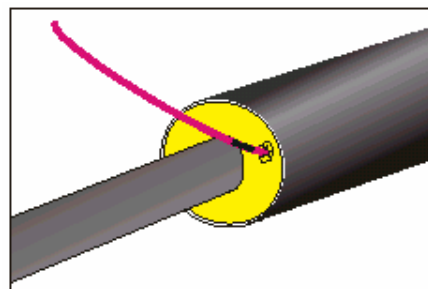

рис.4
3.1.2 Якщо провід СДКМ обірваний – у місці обриву усунути пінополіуретан на глибину, необхідну щоб вивільнити кінець цілого проводу, який продовжити до потрібної довжини мідним проводом (А-1-06) - (каталожний номер) за допомогою з'єднувача (А-1-02) (рис.4) - (надалі всі номери виробів СДКМ дивись у каталозі виробів).